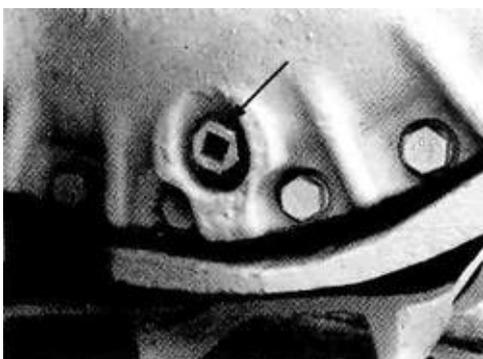

Рис. 6-28
1) Открутить спускную пробку, удалить масло и закрутить обратно спускную пробку (Рис. 6-28).